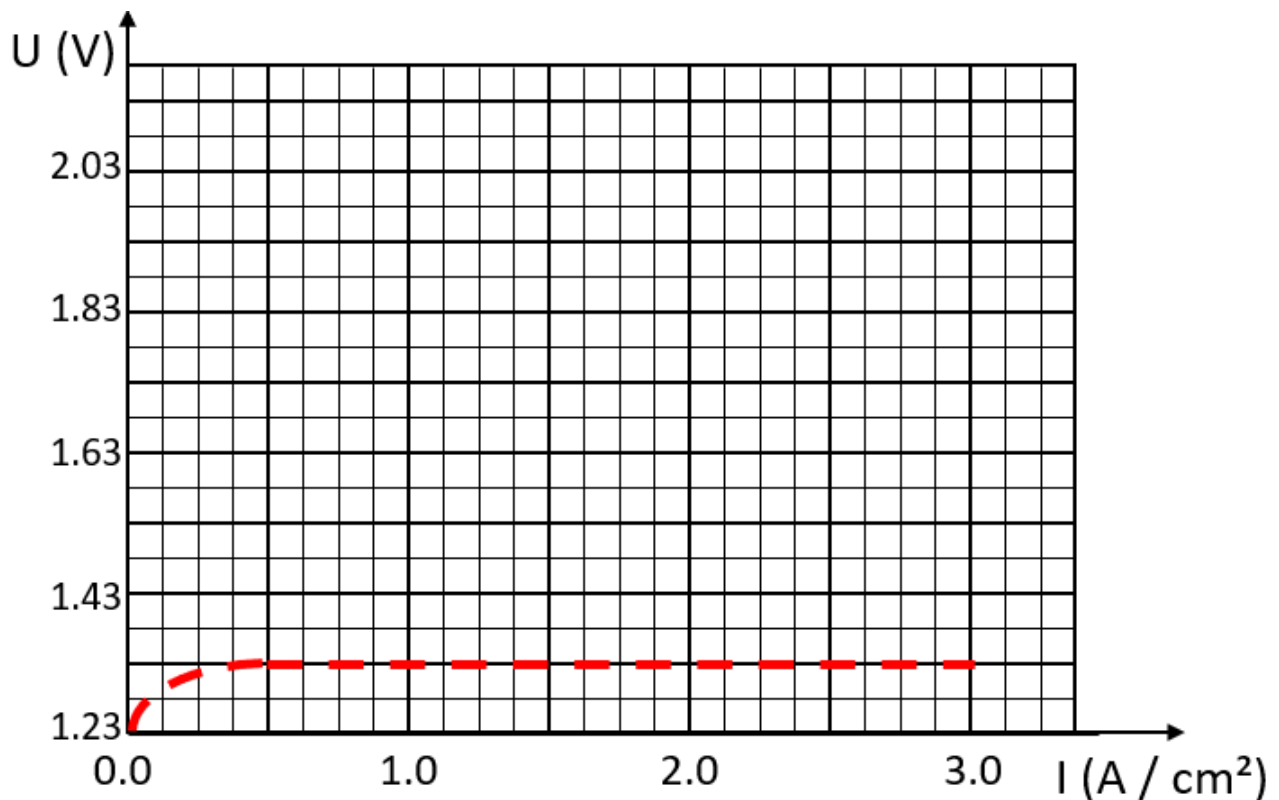

Abbildung 2: Polarisationskurve Elektrolyseur.
- Zeichnen Sie die Polarisationskennlinie des Elektrolyseurs in das Diagramm in Abbildung 2.